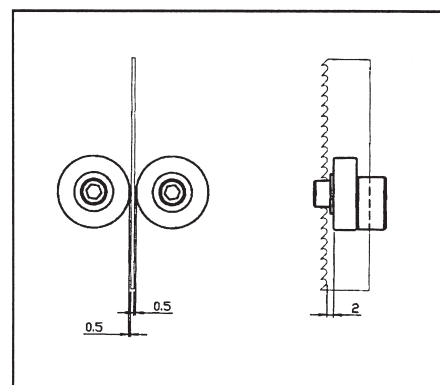

Fig. 8
1. Positionnez les roulements des guides supérieur et inférieur avec un écartement de 0.5mm par rapport à la lame. Le guide arrière doit se trouver à 0.5mm du dos de la lame (Fig.8,9) voir instruction AA, BB ☐